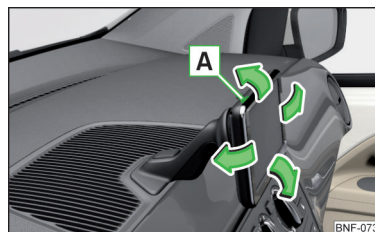

Fig. 88
- Du kan nemt indstille hældningen til den ønskede position ved at bevæge systemet i pilens retning » Fig. 88 » **!**.
- Tilslut systemet ved at trykke på knappen **A** » Fig. 88.